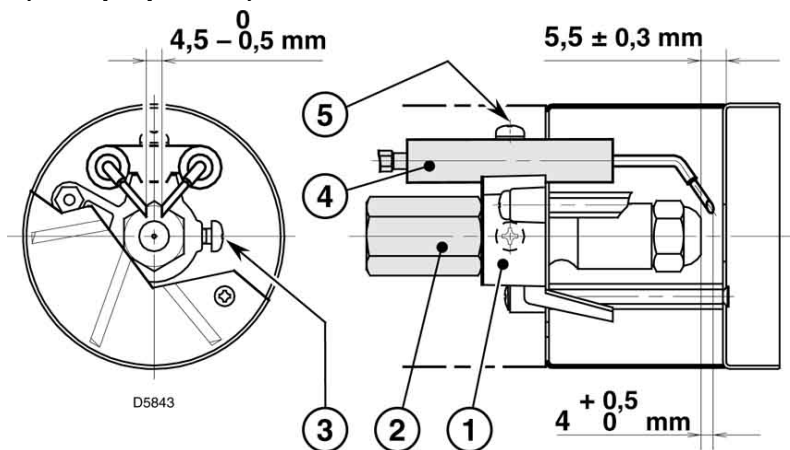

Рис. 15
- Зацепите горелку за фланец (1), ослабьте винты (3) и снимите головку (2).
- Снимите с электродов провода (4), ослабьте винт (3, рис. 15, стр.9) и снимите с держателя форсунки турболизатор (5).
- **Закрутите форсунку (6), держа ее правильно, как показано на рисунке.**
- Ослабьте винты (2), отвинтите гайку (3), отсоедините провода (4) от блока управления, выньте разъем (5) и снимите держатель форсунки (1).
- Снимите с электродов провода (4), ослабьте винт (3, рис. 15, стр. 9) и снимите с держателя форсунки (1) турболизатор (7).
- Закрутите форсунку (8), держа ее, как показано на рисунке.
4.2 РЕГУЛИРОВКА ЭЛЕКТРОДОВ (смотри рис. 15)
- Менять форсунку (смотри рис. 11, стр. 7) и проверять правильное положение электродов (рис.15, стр. 9).